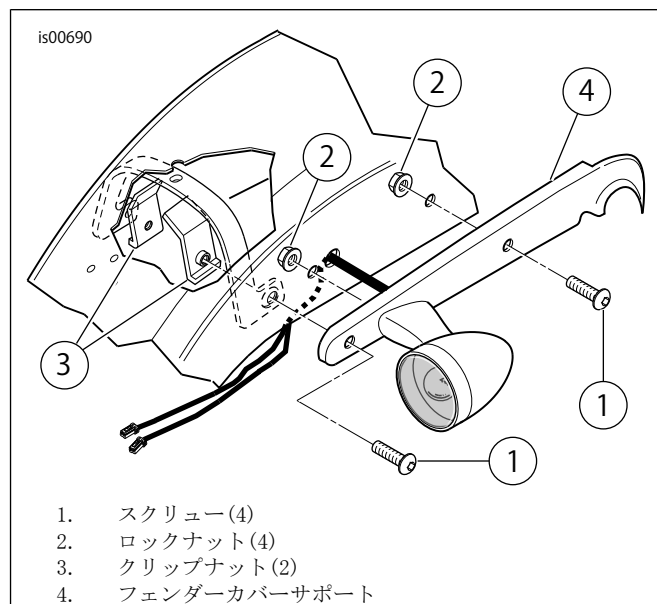

図1。リアフェンダーサポート取り外し
4. 「図1」を参照。フロントとリアボタンヘッドスクリュー(1)、ロックナット(2)2本、アンダーフェンダークリップナット(3)を左右リアフェンダーサポートカバー(4)から外し、廃棄します。